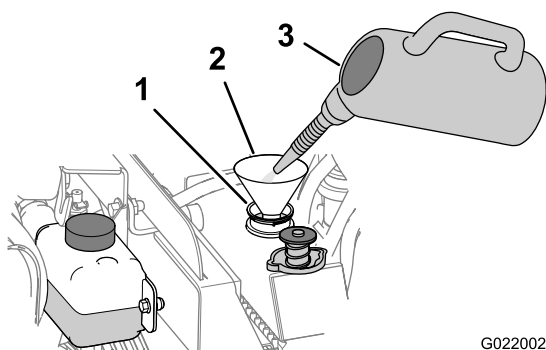

Рисунок 103
- В. Залейте чистящий раствор для системы охлаждения в радиатор через заливную горловину (Рисунок 103).